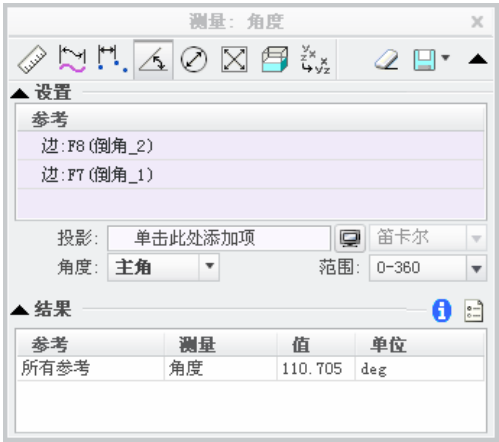

图 8.1.17 “测量：角度”对话框
Step6. 测量线与线间的角度。在图 8.1.17 所示的“测量：角度”对话框中进行下列操作：
- (3) 在图 8.1.17 所示的“测量：角度”对话框的结果区域中，可以查看测量的结果。
Step4. 测量多个相连的曲线的长度，在图 8.1.17 所示的“测量：长度”对话框中进行下列操作：